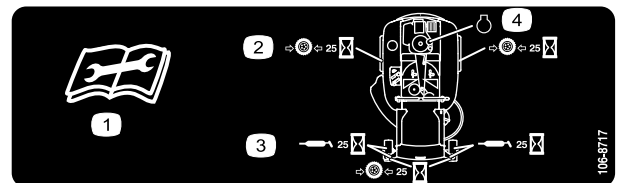

Figura 26
3. Limpie con un trapo los puntos de engrase (Figura 25 y Figura 26). Asegúrese de rascar cualquier pintura que hubiera sobre los puntos de engrase.
4. Conecte una pistola de engrasar a cada punto de engrase (Figura 25 y Figura 26). Bombee grasa hasta que empiece a rezumar grasa de los cojinetes.